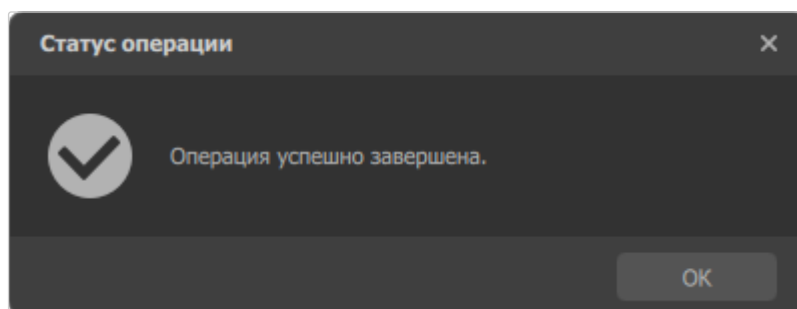

Рисунок 215. Окно уведомления о создании примитивов
- 3) Отобразится окно, уведомляющее об успешном создании графических объектов (см. рисунок 215)